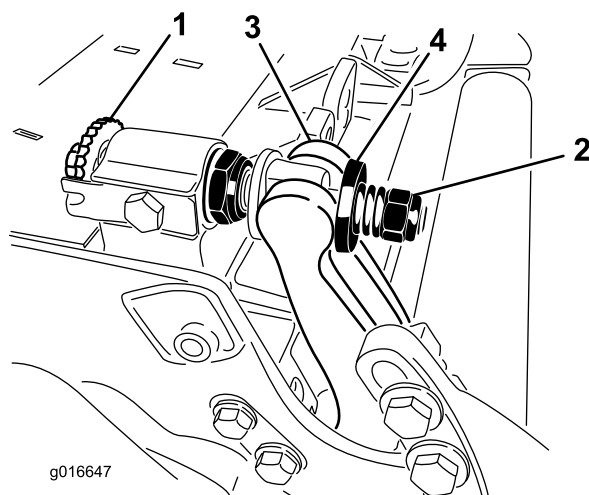

Figura 33
1. Rode os parafusos de ajuste da barra de apoio no sentido contrário ao dos ponteiros do relógio, para afastar a lâmina de corte do cilindro (Figura 33).
2. Faça recuar a porca da mola tensora até que a anilha deixe de estar sob tensão contra a barra de apoio (Figura 33).
2. Aplique Never Seize no interior da área dos casquilhos na estrutura central da unidade de corte (Figura 33).